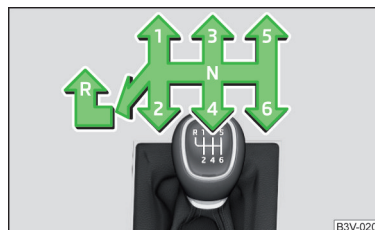

Fig. 262
Pe schimbătorul de viteze este reprezentată schema de selectare a treptelor individuale de viteză » fig. 262.
- › Apăsați maneta schimbătorului de viteze în jos, complet spre stânga și apoi spre înainte, în poziția **R** » fig. 262.